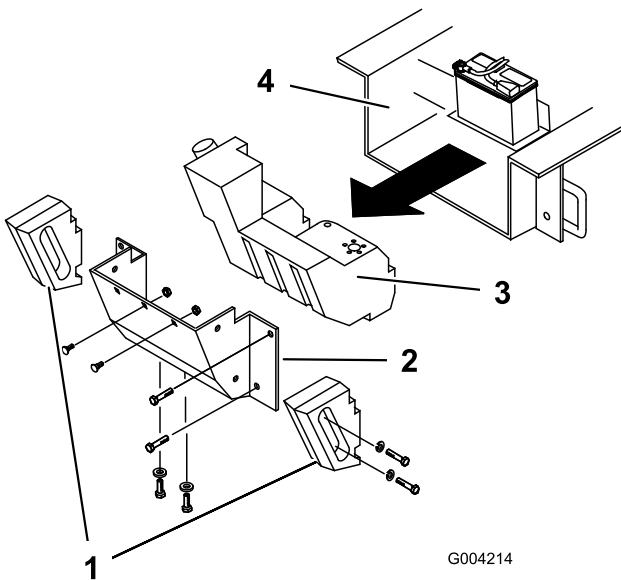

図 65
フードを開け、懐中電灯を使ってエンジンルームの下部を点検する。ごみの厚さが 2.5-5 cm の時は、以下の作業を行うこの作業については 図 65 を参照。
5. 2つのサイドウェイトを固定しているボルト、ワッシャ、ロックワッシャを取り外してウェイトを取り外す 図 65。
8. 後パネルを固定しているボルト6本とナットを取り外してパネルを外す 図 65。
10. 燃料タンクを後方にずらす 図 65。
17. 燃料タンクを途中までシャーシに入れる **図 65**。
23. 後パネルを元通りに取り付け、先ほど外したボルト6本とナットで固定する **図 65**。
25. 先に取り外したボルト、ワッシャ、ロックワッシャを使用してサイドウェイトを取り付ける **図 65**。